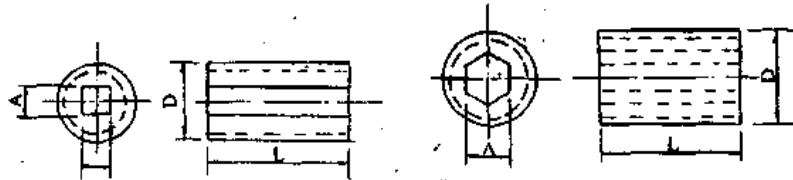

图 48-9
(2)方孔形螺纹磁芯(MKS型):MKS型器件的典型产品有MKS4系列、MKS6系列等。其结构原理如图 48-9 所示。